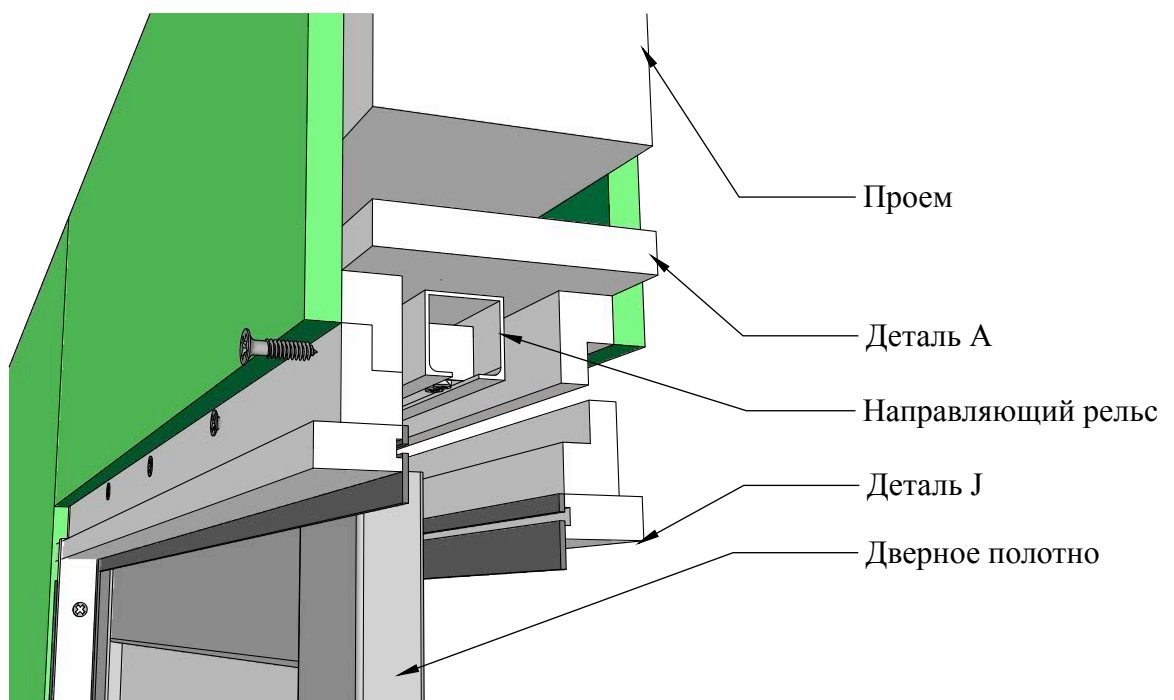

Рисунок 23
10. Установить горизонтальные основы под обрамляющие элементы и завести в паз (деталь J) щёточный уплотнитель (Рис.23).